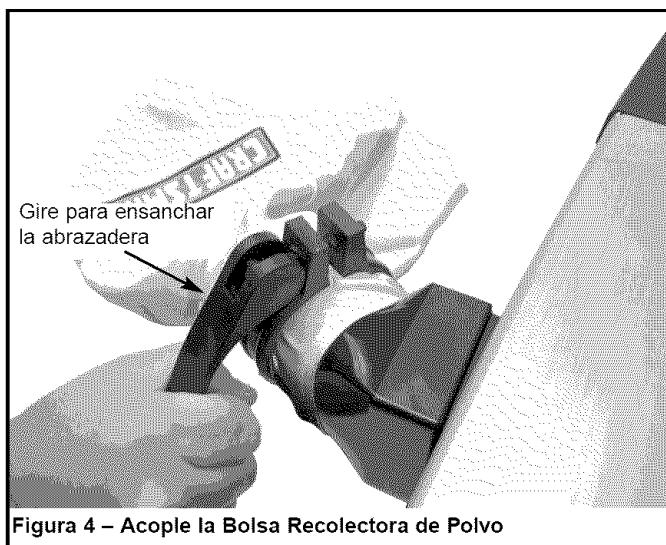

Figura 4 – Acople la Bolsa Recolectora de Polvo
- Coloque la abrazadera sobre la manga de la bolsa (véase la Figura 4).